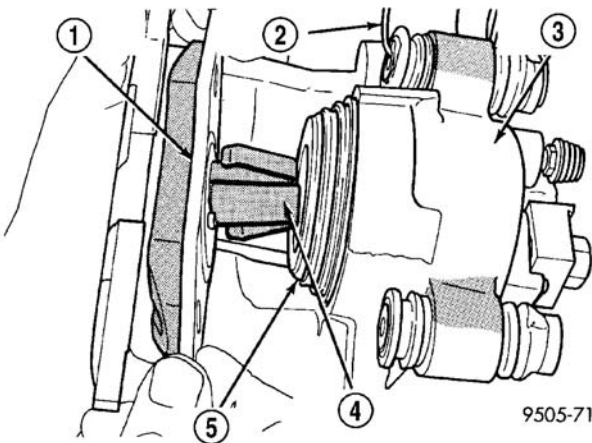

图 21 卸下内制动衬片
(8) 自制动钳适配器卸下外制动衬片。
(9) 将内制动衬片拉离制动钳活塞，直至衬片上的固定夹从制动钳活塞的插孔断开（图 21）。
(10) 在车辆的另一侧重复上述程序。